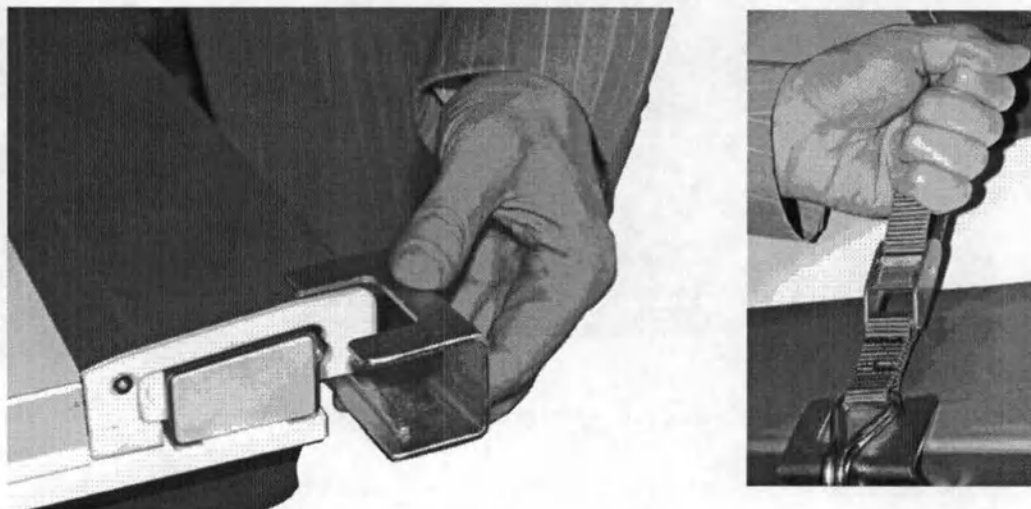

Рисунок 5.8 – Установка кронштейна КРТ- 290 на деку
- установите на обе направляющие деки ТСШ кронштейн КРТ-290 из монтажного комплекта КРТ-160-11 (см. Рисунок 5.8).